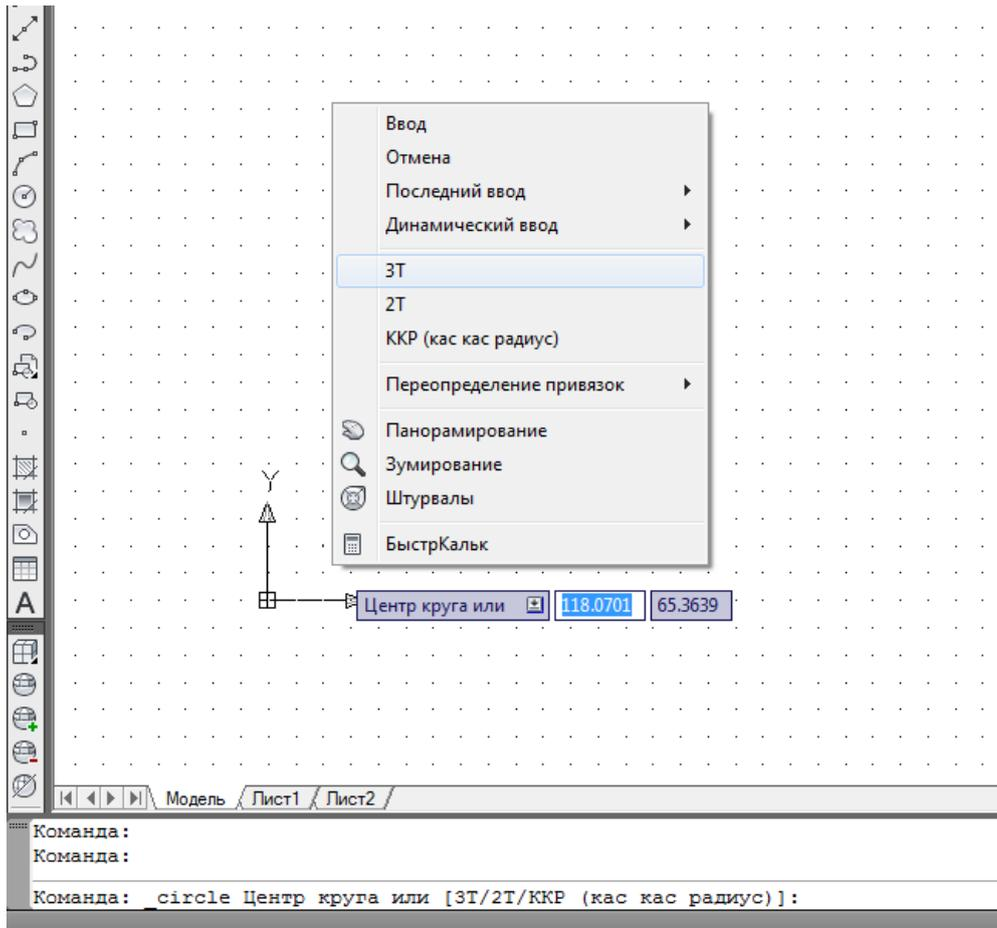

Рис. 5. Динамический ввод после команды Круг
4. Нажмите на клавиатуре клавишу-стрелку  или щелкните правой кнопкой мыши. Вид экрана должен соответствовать Рис.5.